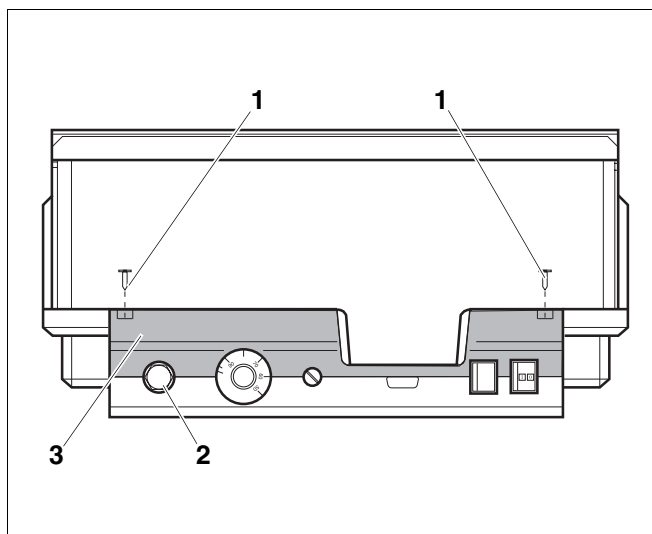

Fig. 1 Apparato di regolazione Logamatic 4...
- Per impostare le temperature richieste è necessario estrarre il limitatore della temperatura di sicurezza (STB) (fig. 1, **pos. 2**) dall'involucro.
- Per poter smontare il limitatore della temperatura di sicurezza, si devono svitare entrambe le viti (fig. 1, **pos. 1**).
- Rimuovere la copertura (fig. 1, **pos. 3**).
- Svitare la calotta di protezione (fig. 1, **pos. 2**).